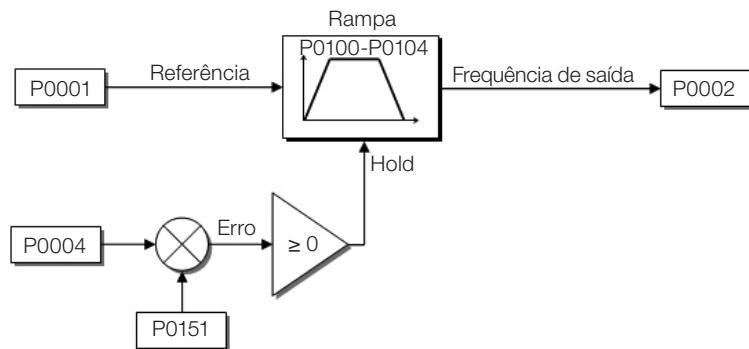
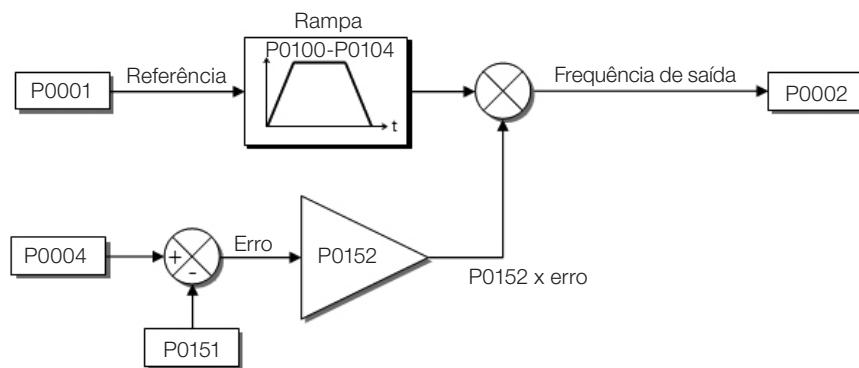
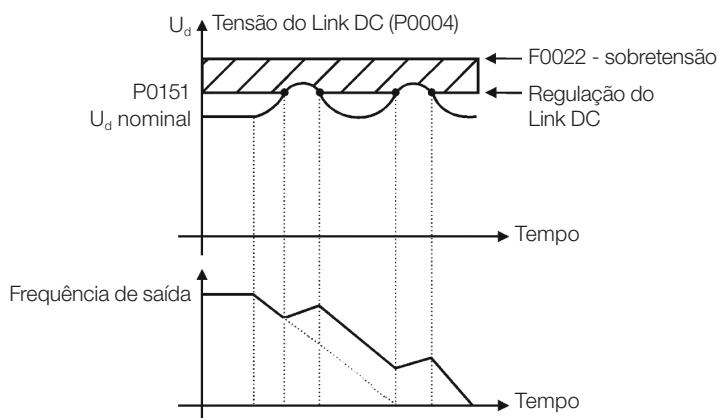

Figura 9.6: Blocodiagrama da limitação da tensão do Link DC - Hold de Rampa
Figura 9.8: Blocodiagrama da limitação da tensão do Link DC - Acelera Rampa
Figura 9.9: Gráfico exemplo da limitação da tensão do Link DC - Acelera Rampa
Atuação: a tensão do Link DC é medida (P0004) e comparada com o valor ajustado em P0151, a diferença entre estes sinais (erro) é multiplicado pelo ganho proporcional (P0152), o resultado é então somado à saída da rampa, conforme Figura 9.8 na página 9-13 e Figura 9.9 na página 9-13.
A Figura 9.6 na página 9-12 até a Figura 9.9 na página 9-13 mostram os bloco diagramas e gráficos exemplo.
- Atuação: se a corrente do motor ultrapassar o valor ajustado em P0135 durante a aceleração ou desaceleração, a velocidade não será incrementada (aceleração) ou decrementada (desaceleração). Quando a corrente do motor atingir um valor abaixo de P0135 o motor volta a acelerar ou desacelerar. Consulte a Figura 9.6 na página 9-12.
- Atuação: se a corrente do motor ultrapassar o valor ajustado em P0135 força-se um valor nulo para a entrada da rampa de velocidade forçando a desaceleração do motor. Quando a corrente do motor atingir um valor abaixo de P0135 o motor volta a acelerar. Consulte a Figura 9.6 na página 9-12.
Nível de corrente para ativar a limitação de corrente para os modos Hold de Rampa e Desacelera Rampa, conforme Figura 9.6 na página 9-12, respectivamente.